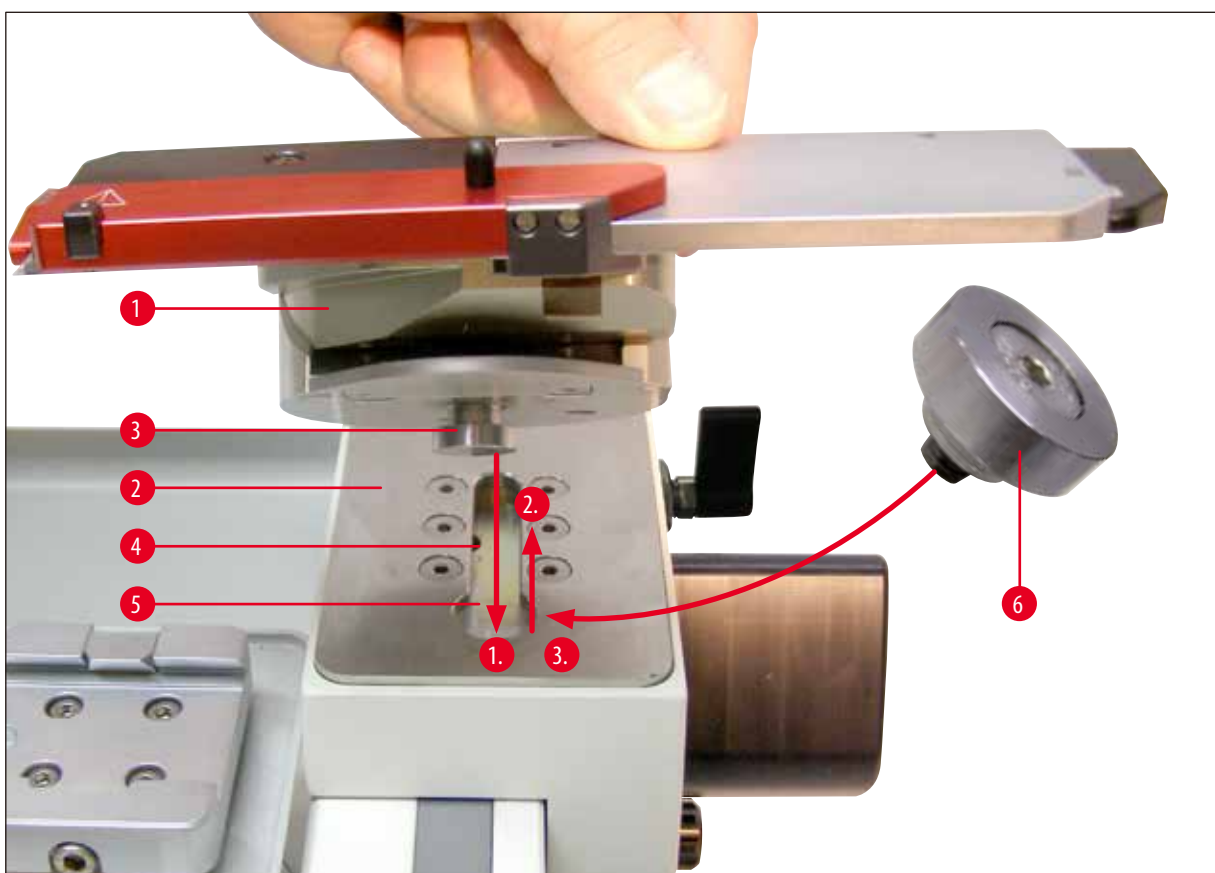
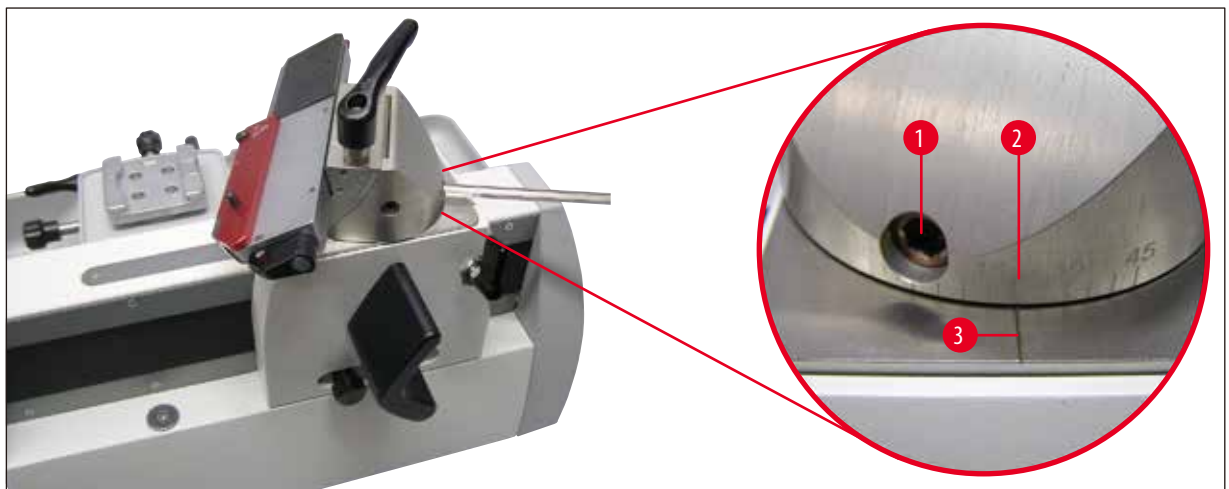

Рис. 17
Рис. 19
- Для зажима держателя лезвия на пластине с пазами затяните винт (→ Рис. 18-2) на задней стороне основания (→ Рис. 17) ключом для винтов с внутренним шестигранником SW 6 (→ Рис. 19).